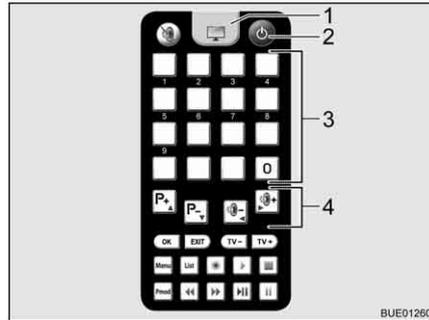

Bild 24 Fernbedienung
- Auf der Fernbedienung Taste "⏻" (Bild 24,2) drücken. Die Satellitenantenne richtet sich aus der Parkposition auf und geht in den Suchmodus. Wenn die Anlage den Satelliten gefunden hat, ertönt ein Signalton.
- Über die Speichertasten (Bild 24,3) oder die Funktionstasten (Bild 24,4) den gewünschten Sender einstellen.